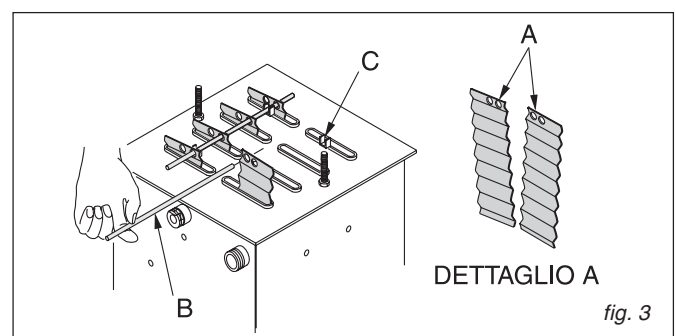

fig. 3
In ogni canale fumo della caldaia è inserito un deflettore "A" (vedi fig. 3), tenuto in posizione da un'asta "B". I deflettori hanno due fori: uno centrale ed uno laterale. I deflettori andranno posizionati inserendo l'asta (B) nei fori laterali, come indicato dalla figura a fianco; l'asta si dovrà incastrare nei supporti "C".